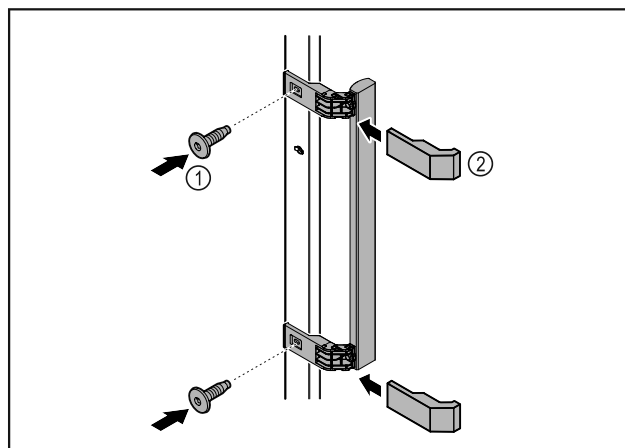

Fig. 9
- ▶ Meegeleverde greep met de meegeleverde schroeven Fig. 9 (1) op de deur aanbrengen.
- ▶ Afdekkapje Fig. 9 (2) plaatsen.